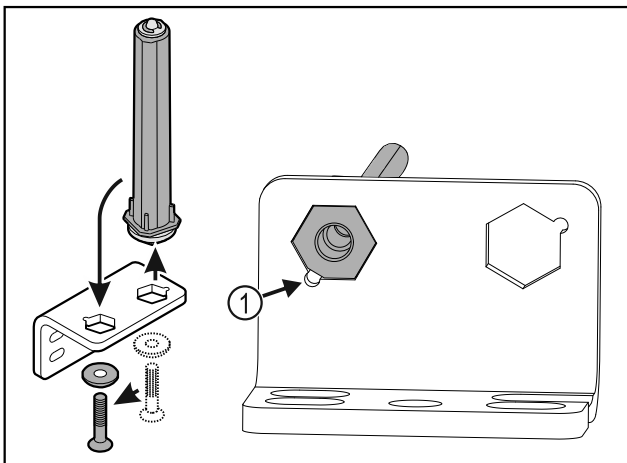

Fig. 37
- ▶ Atkreipkite dėmesį į tai, kad įstatant nuožulni kaiščio pusė Fig. 37 (1) nukreipta į apvalią skylę.